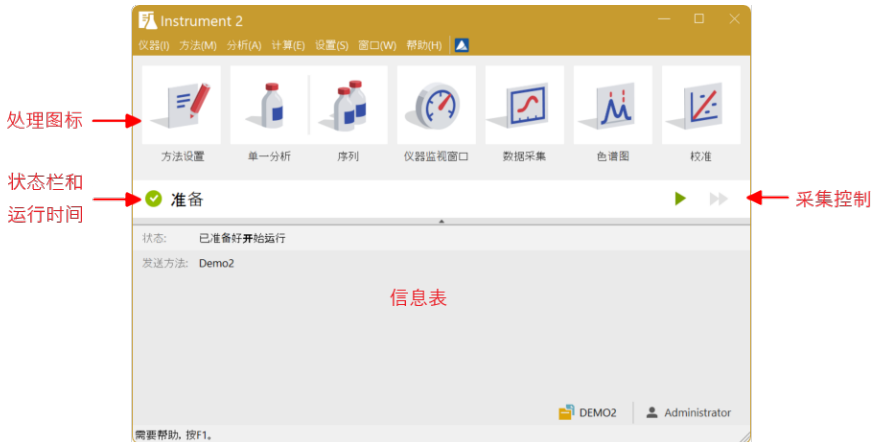

图11: 仪器窗口
- 仪器窗口会打开；第18页第图11.会显示仪器窗口中最重要的几个图标。本次概述，我们将会讨论所有用这些图标点开的窗口。
- 出于演示目的, 您可以将第19页第图12. 中所示字段的值设置为典型分析设置。一旦执行此操作, 您的仪器窗口将与第18页第图11. 所示相同。
- 在参数设置之后, 您可以点击运行按钮⑦ 运行单次分析。单次分析对话框此时会关闭。如果再次打开该对话框, 会看到另外三个按钮(停止, 中止, 快照)。它们将允许停止或中止分析, 或者拍摄快照(查看在第20页第"数据采集窗口"节.)。
- 在仪器窗口查看状态栏(查看第18页第图11.)。采集窗口现在的信号来自运行状态的仪器, 并且此时横坐标显示的是正在运行的时间。
- 点击数据采集图标(查看第18页第图11.) 进入数据采集窗口, 可以查看数据采集过程并且可以在该界面控制仪器。
- 根据仪器的配置, 窗口会显示一个或多个信号。在信号窗口① 的右上角会显示被监控的检测器(信号) 数量和名字。